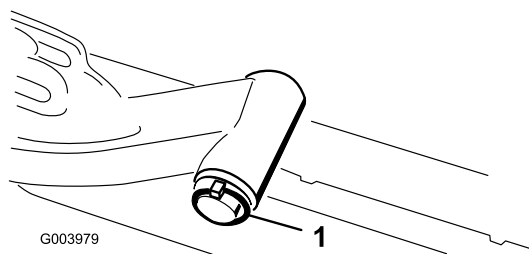

**Figure 10**
8. Pour les plateaux de coupe avant, poussez un plateau de coupe sous le bras de levage tout en insérant l'arbre du bâti porteur dans la chape de pivot du bras de levage (Figure 10).
- B. Insérez la chape du bras de levage sur l'arbre du bâti porteur (Figure 10).